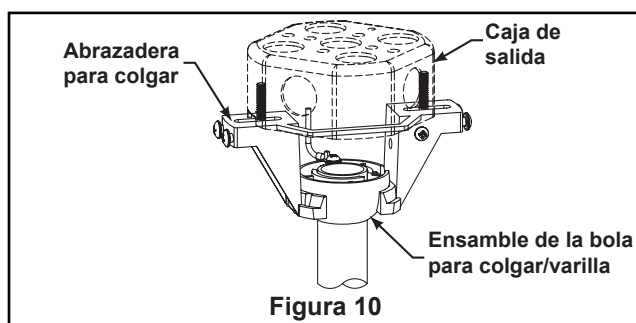

Figura 10
- ☐ 2. Levante cuidadosamente el ventilador y coloque el ensamble de la bola para colgar/varilla en la abrazadera para colgar que acaba de fijar a la caja de salida. Asegúrese de que la ranura de la bola esté alineada con la lengüeta de la abrazadera para colgar. (Figura. 10)